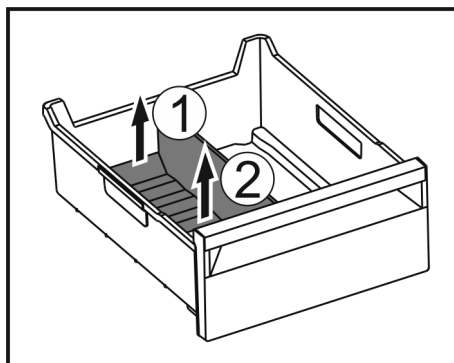

Fig. 138
- Zvedněte zadní část přepážky přihrádky na led. Fig. 138 (1)
- Přepážku přihrádky na led vyjměte nahoru. Fig. 138 (2)